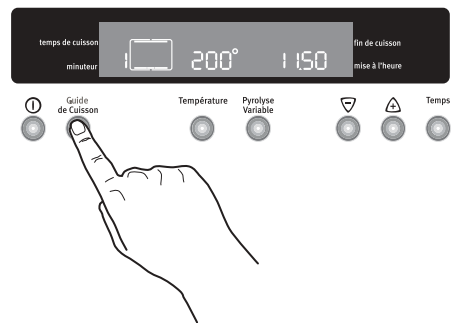

Fig. 4
2. Allumez le four en appuyant sur la touche "**Marche/Arrêt**" ①.
3. Appuyez sur la touche de sélection "**Fonctions de cuisson**" pour sélectionner la fonction désirée. Chaque fois que vous appuyez sur la touche de sélection "Fonctions de cuisson", un symbole des fonctions s'allumera indiquant la fonction active à ce moment-là. À côté du symbole relatif à la fonction de cuisson sélectionnée, le numéro correspondant apparaîtra (Fig. 4).